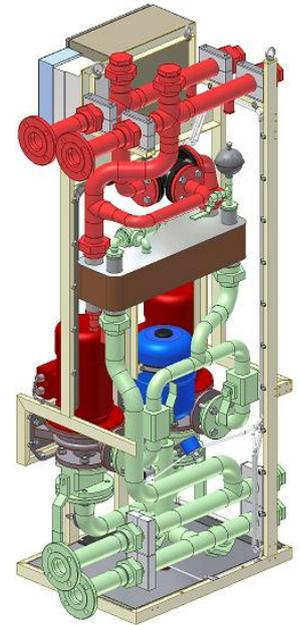

Рис. 4.2-1.
- Первичный контур, НХМ120-PS01 (обозначен зеленым цветом на рис. 4.2-1)
- Вторичный контур, НХМ120-PS02 (обозначен красным цветом на рис. 4.2-1)